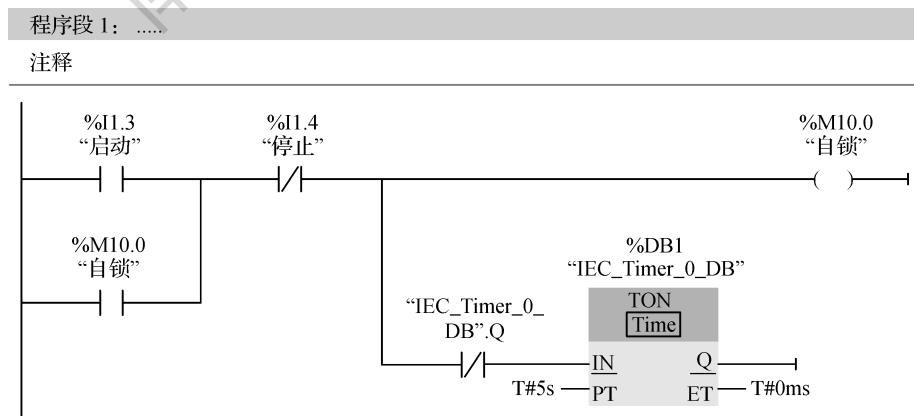

图 3-7 程序段 1
(1) 程序段 1:将地址 I1.3 分配给启动按钮,启动 5 s 的定时循环,I1.4 分配给停止按钮,如图 3-7 所示。